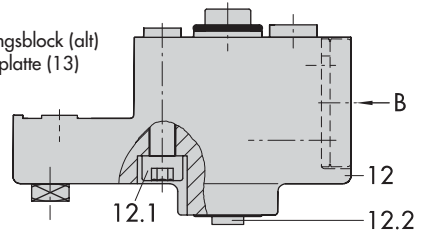

Bild 4 · Direktanbau · Stelldruckanschluss für Antrieb Typ 3277 mit 240, 350 und 700 cm2
| Tabelle 2  |  | Direktanbau Typ 3277 siehe Bild 4   |                      |                      |
1. Mitnehmer (3) an die Antriebsstange setzen, ausrichten und so festschrauben, dass die Befestigungsschraube in der Nut der Antriebsstange sitzt.
2. Abdeckplatte (10) mit schmaler Seite des Ausbruches (Bild 4 links) in Richtung zum Stelldruckanschluss befestigen, die aufgeklebte Flachdichtung (14) muss zum Antriebsjoch zeigen.
3. Bei Antrieben mit 700 cm2 am Hebel **M** (1) auf der Stellungsreglerückseite den Abtaststift (2) aus Stiftposition **35** lösen und in die Bohrung für Stiftposition **50** umsetzen und verschrauben.
6. Kontrollieren, ob die Zunge der Dichtung (16) seitlich am Verbindungsblock so ausgerichtet ist, dass das Antriebsymbol für "Antriebsstange ausfahrend" bzw. "Antriebsstange einfahrend" mit der Ausführung des Stellantriebes übereinstimmt. Andernfalls müssen die drei Befestigungsschrauben entfernt, die Deckplatte abgehoben und die Dichtung (16) um 180° gedreht wieder eingelegt werden. Beim alten Verbindungsblock (Bild 4 unten) muss die Schaltplatte (13) so gedreht werden, dass das entsprechende Antriebsymbol zur Pfeilmarkierung ausgerichtet ist.
7. Verbindungsblock (12) mit seinen Dichtungen an Stellungsregler und Antriebsjoch ansetzen und mit Befestigungsschraube (12.1) festziehen. Bei Antrieb "Antriebsstange einfahrend" zusätzlich den Stopfen (12.2) entfernen und die externe Stelldruckleitung montieren.
8. Deckel (11) auf der Gegenseite montieren. Dabei unbedingt darauf achten, dass im eingebauten Zustand des Stellventiles der Entlüftungstopfen nach unten zeigt, damit evtl. angesammeltes Kondenswasser abfließen kann.